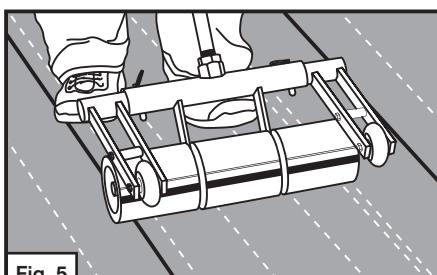

Fig. 5
**Paso 10.** Al finalizar cada hilera, pase un rodillo de 80 libras por toda la hilera. Comience desde el centro hacia afuera para sacar el aire atrapado. Ver la Fig. 5